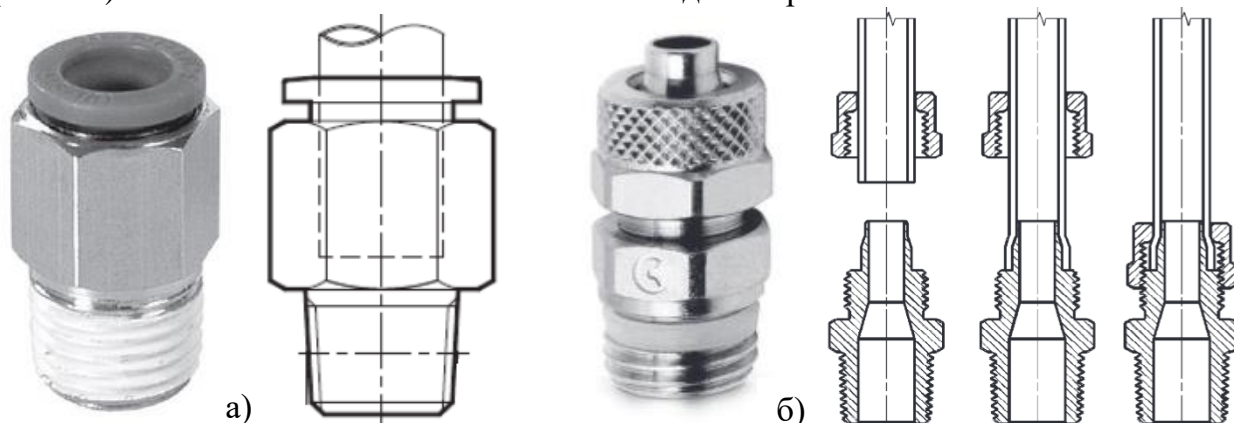

Рисунок 2 – Виды фитингов: а) быстросъемный, б) с накидной гайкой
3.3. На камере установлены два фитинга для подключения шлангов или трубок. По умолчанию ставятся быстросъемные фитинги для подключения твердых TPU шлангов с диаметром D6 (рис. 2 а). По запросу клиента возможна установка фитингов для мягких силиконовых шлангов 8/6 с накидной гайкой (рис. 2 б). Также возможно согласование иных диаметров шланга.